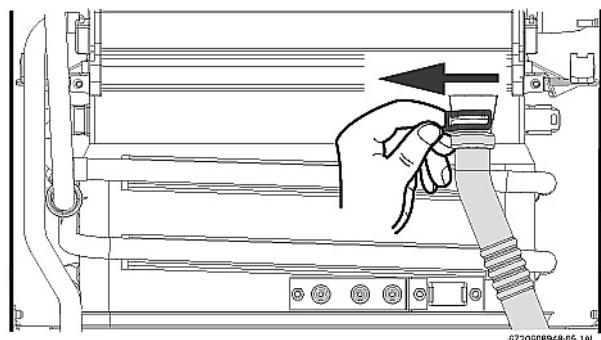

Fig. 74
- ▶ Verwijder de clip en maak de bovenkant van de condenswaterbuis los, zie fig. 74.
- ▶ Enlever le clip et soulever l'extrémité du tuyau, voir fig. 74.